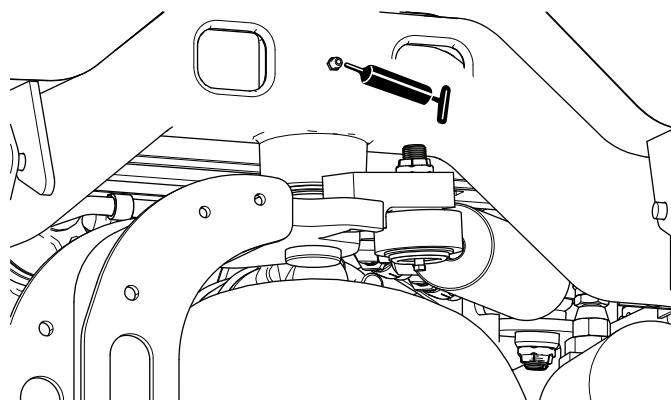

Figura 59
- Pivote de dirección (Figura 59)